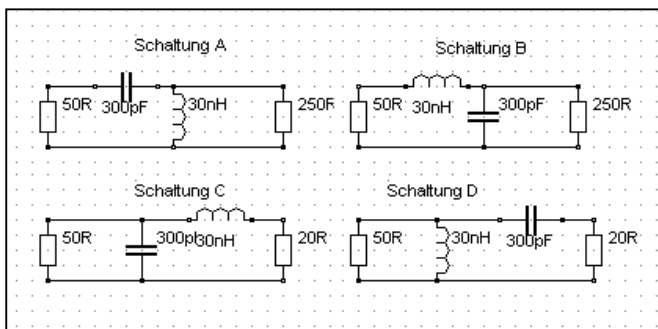

Bild 1: Unsymmetrische LC-Anpassnetzwerke
Beim LC-Filter gibt es 4 verschiedene Möglichkeiten (Bild 1) die mit der beim Pi- oder T-Filter beschriebenen Methode überprüft werden können.
Ein LC-Koppler nach Schaltung B in Bild 1 soll für eine Leistung von $P = 1000$ W konzipiert werden. Die Schaltung transformiert zu Impedanzen höher als die Quellimpedanz 50Ω . Der Eingangsstrom ergibt sich nach (Gl 10) $I = 0.141 \sqrt{P/(W)}$ (A) = $0.141 \sqrt{1000} = 4.45$ A. Die Rollspule muss unter Berücksichtigung des Skin-Effektes mit einem entsprechenden Drahtdurchmesser versehen werden /6/.
Ein LC-Koppler 160 bis 10 m nach Schaltung C in Bild 1 soll für eine Leistung von $P = 1000$ W konzipiert werden. Die Schaltung transformiert zu Impedanzen kleiner als die Quellimpedanz von 50Ω .